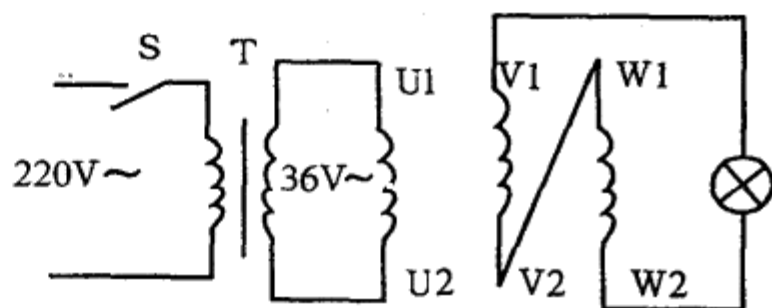

图4 灯泡检查法1
①准备一台220/36V降压变压器并按图4接线(小容量电动机可直接接220V交流电源)。
②闭合开关S,如灯泡亮,表明两相绕组为头、尾串联,用在灯泡上的电压是两相绕组感应电动势的矢量和。如灯泡不亮,表明两组绕组为尾、尾或头、头串联,作用在灯泡上的电压是两相绕组感应电动势的矢量差。
③将检查确定的线头作好标记,将其中一相与接36V电源一相对调重试,以此确定三相绕组所有头、尾端。